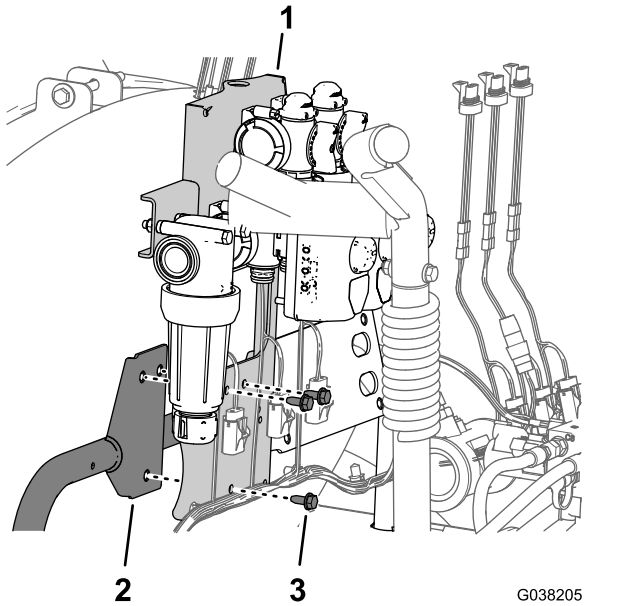

Figura 48
1. Allineate i 3 fori nella staffa della valvola dell'agitatore, di frequenza e di irrorazione principale con il supporto (Figura 48).
2. Montate la staffa delle valvole dell'agitatore, di frequenza e di irrorazione principali sul supporto (Figura 48) con i 3 bulloni a testa flangiata (5/16 x 3/4") rimossi al passaggio 1 di Rimozione delle valvole dell'agitatore, di frequenza e di irrorazione principali dalla macchina (pagina 16).